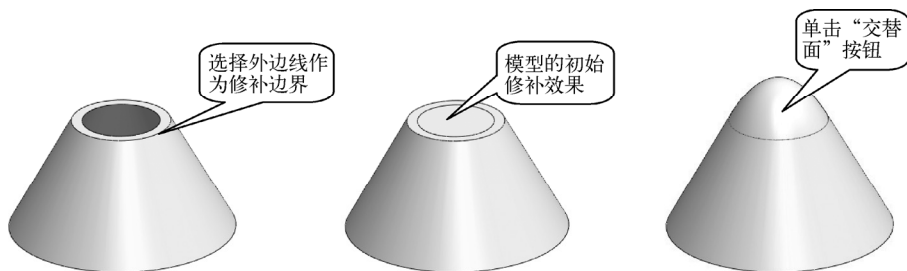

图4-69 “交替面”按钮的作用
- “交替面”按钮：当在实体模型上生成填充曲面时，此按钮有效，如图4-69所示，单击此按钮可为填充曲面反转边界面。